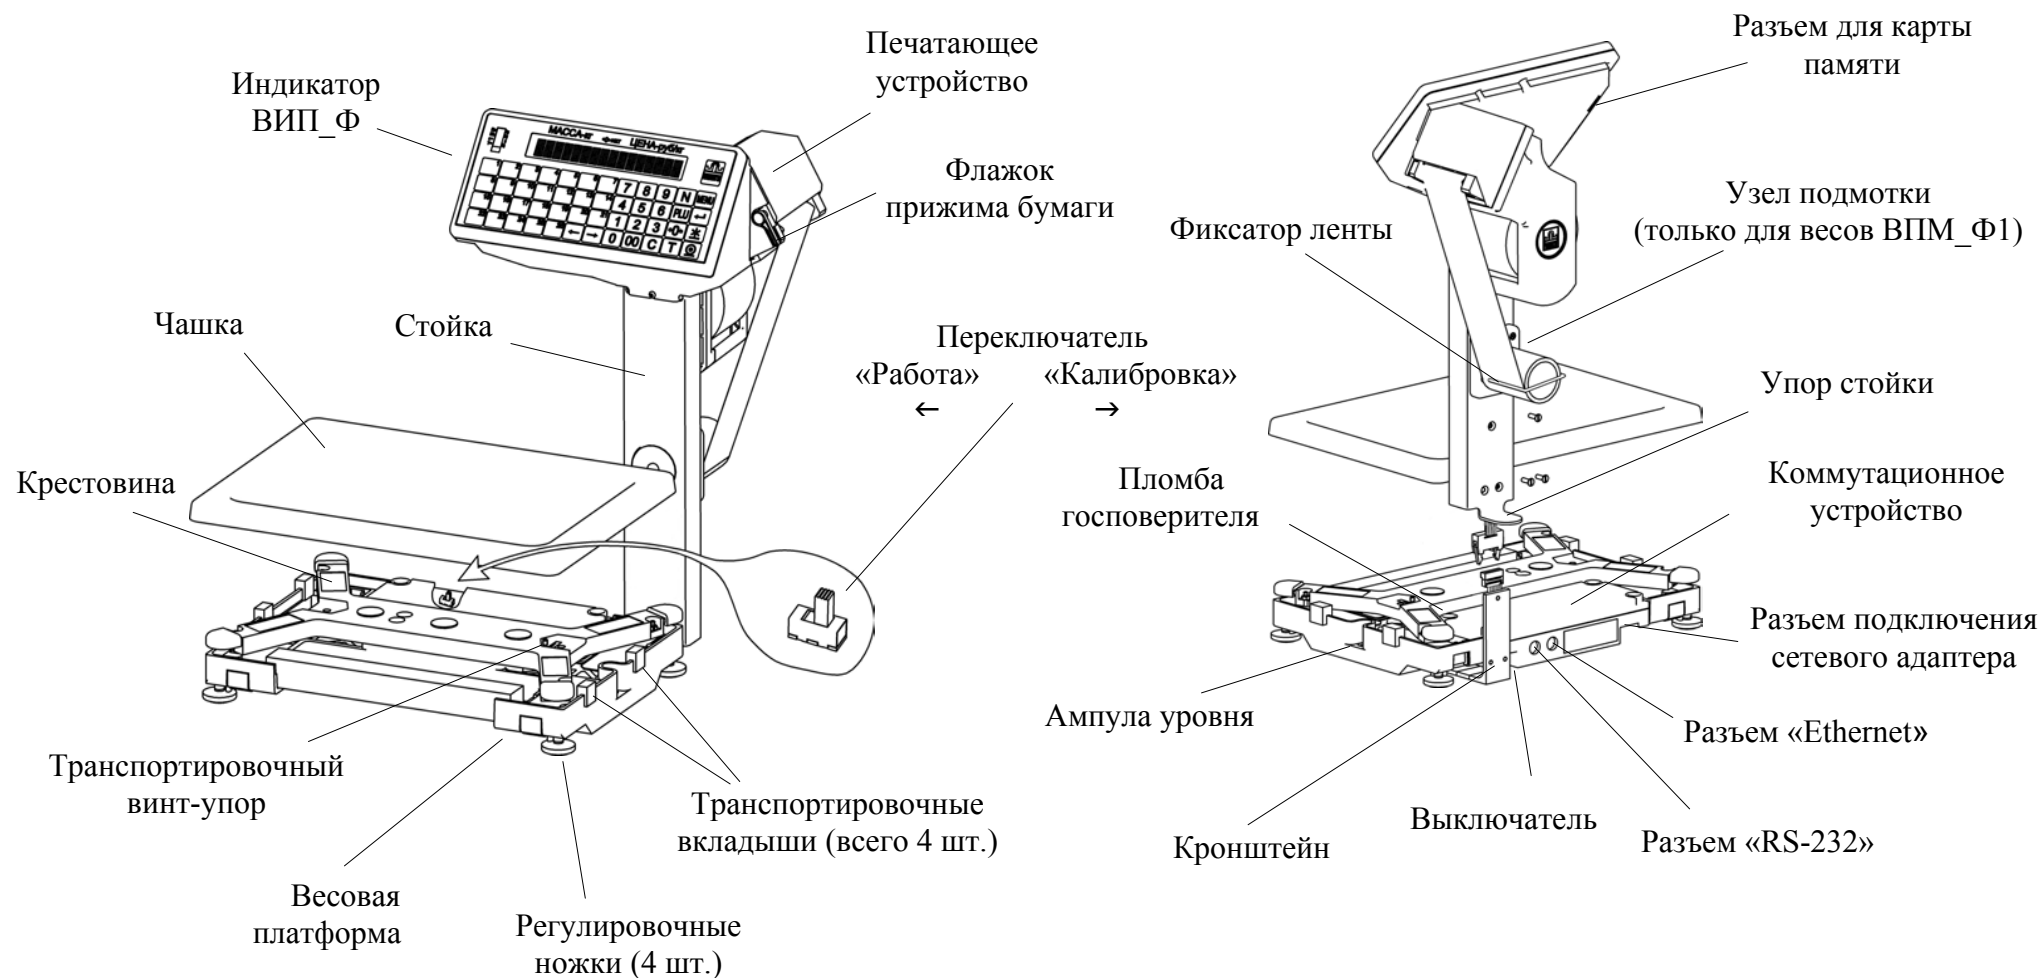

Рисунок 5.1 - Весы ВПМ_Ф, ВПМ_Ф1
6.1.2 Снять чашку. Вынуть из весовой платформы транспортировочные вкладыши (рис. 5.1, 5.2.).
6.1.5 Вывернуть транспортировочный винт-упор (рис. 5.1, 5.2.), вращая его только против часовой стрелки.
6.2.1 Установить весы на устойчивом основании (столе) неподверженном вибрациям. Ввернуть в основание весовой платформы регулировочные ножки так, чтобы упор стойки (рис.5.1, 5.2), служащий для повышения устойчивости весов, касался поверхности стола. Не нарушая касания упором стойки поверхности стола, регулировочными ножками выставить весы по ампуле уровня таким образом, чтобы пузырек воздуха находился в центре ампулы.
- поднять флажок прижима бумаги (рис. 5.1, 5.2);